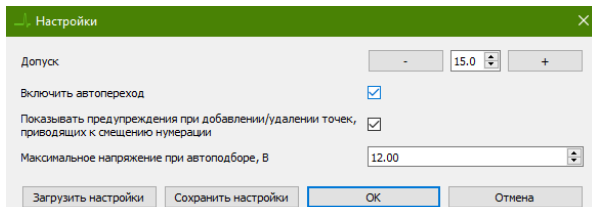

Рисунок 19. Включение функции автопереход в ПО EPLab.
По умолчанию автопереход выключен. Чтобы включить эту функцию, пройдите в "Файл" -> "Настройки" и установите флажок "Включить автопереход" (Рисунок 19).
1. Закоротить щупы между собой, после чего в окне калибровки (Рисунок 19) необходимо нажать кнопку "*Полная калибровка с замкнутыми щупами*" и следовать подсказкам программы.